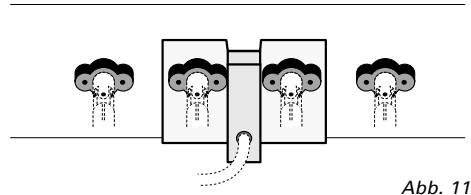

Abb. 11
5. Schrauben Sie die Befestigungsplatte und die Schaltachse wieder auf der Schaltblende fest (siehe Abb. 11). Achten Sie auf die richtige Montageposition der Schaltachse.